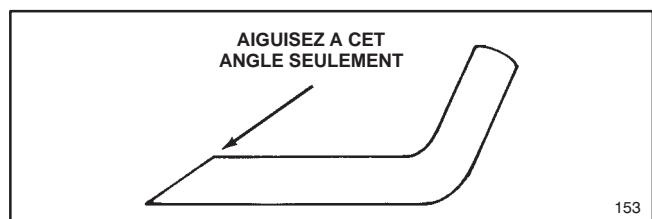

Figure 25
6. AIGUISAGE DE LA LAME—Au moyen d'une lime, aiguiser le bord supérieur de la lame en veillant à conserver l'angle de coupe original (Fig. 25). Limier la même quantité de métal sur chaque arête de coupe pour conserver l'équilibre de la lame.